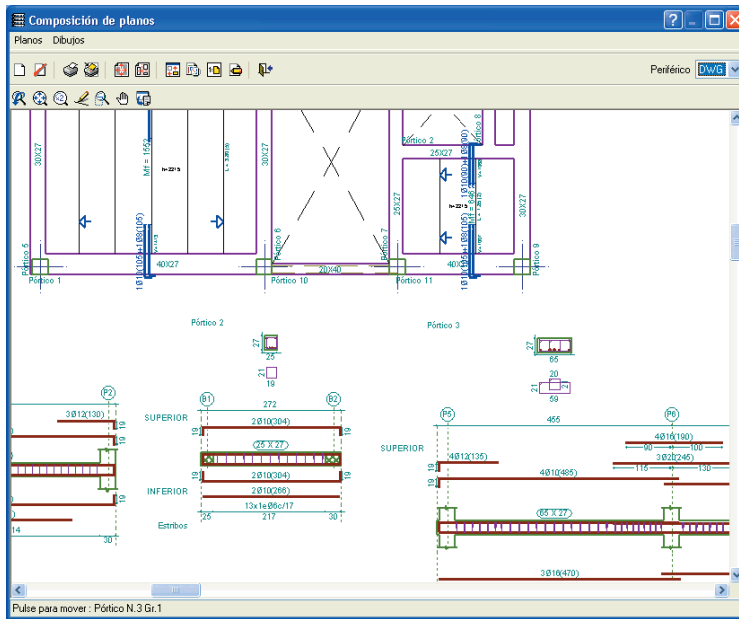

Fig. 3.141
- Para ver con realismo un objeto pulse **Dibujos > Detalle de un dibujo** y pulse sobre uno o varios objetos (Fig. 3.141).